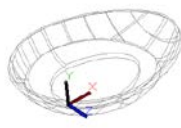

图 11.130 圆角处理
(14) 运用【圆角】命令 , 输入 R, 设置圆角半径为 0.2, 对勺子口进行圆角处理, 并输入 UCS, 根据命令行提示输入 X, 将坐标系沿 X 轴旋转 90°, 如图 11.130 所示。